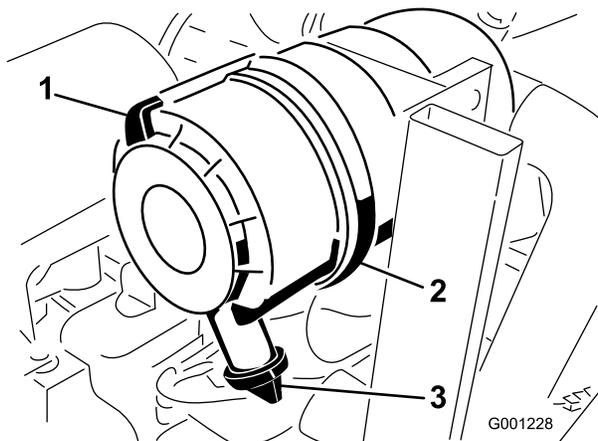

図 47
1. ラッチを引いて外し、カバーを左にひねってボディーからはずす(図 47)。
2. ボディーからカバーを外す(図 47)。
8. 出口バルブが下向き(後ろから見たとき、時計の5:00と7:00の間になるように)カバーを取り付ける(図 47)。